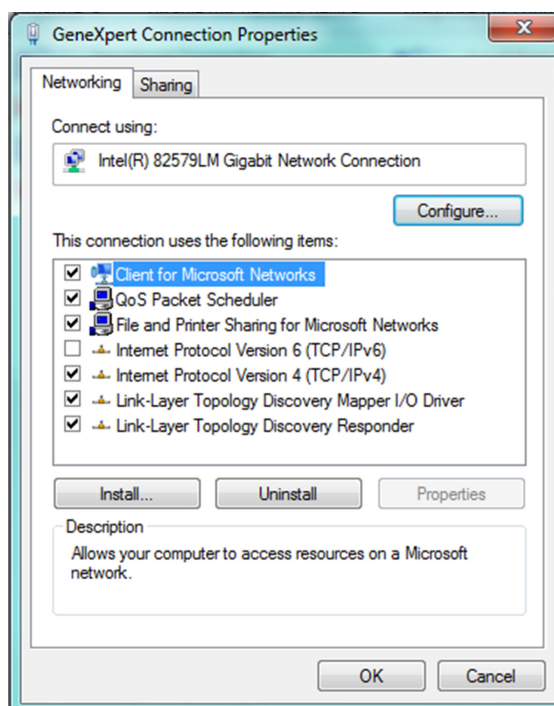

Figura 2-41. Schermata GeneXpert Connection Properties (Proprietà connessione GeneXpert)
7. Selezionare **Properties (Proprietà)** dal menu a discesa. Viene visualizzata la schermata mostrata nella Figura 2-41.